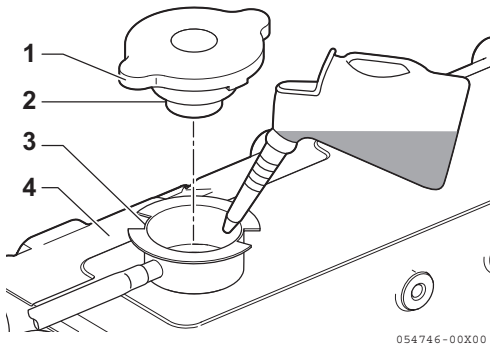

Figura 14
3. Vierta el refrigerante lentamente en el depósito del refrigerante (**Figura 14, (4)**) para evitar que se formen burbujas de aire. Deténgase cuando el refrigerante rebose por la boca de llenado.
4. Alinee las pestañas del tapón de llenado (**Figura 14, (2)**) con las muescas de la boca para relleno (**Figura 14, (3)**) y apriete el tapón de llenado (**Figura 14, (1)**) firmemente.